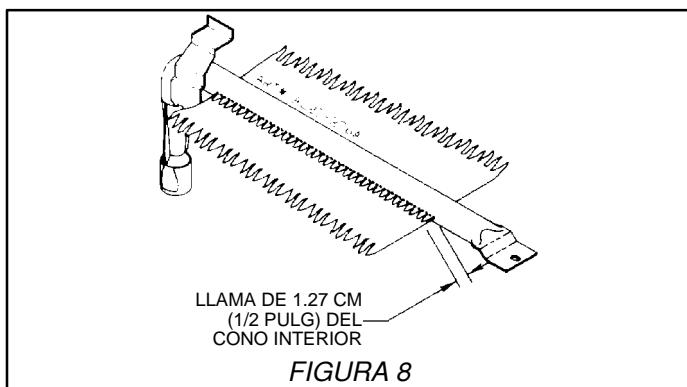

FIGURA 8
- a. La longitud aproximada de la llama del quemador del horno es una llama cónica con el interior azul, bien definida de 1/2 pulgada, figura 8.